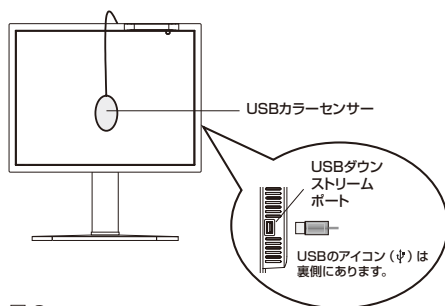

図2
1. USB カラーセンサーを液晶ディスプレイのセンサーポートに接続する(図2)(MD302C4 のみ)か、またはアドバンスメニューのSTAND ALONE CALIBRATION (→ P25) を選択します。
液晶パネルを上向きに5°程度傾け、USB カラーセンサーを液晶パネルの中央に置き SELECT ボタンを押します。(図 2)